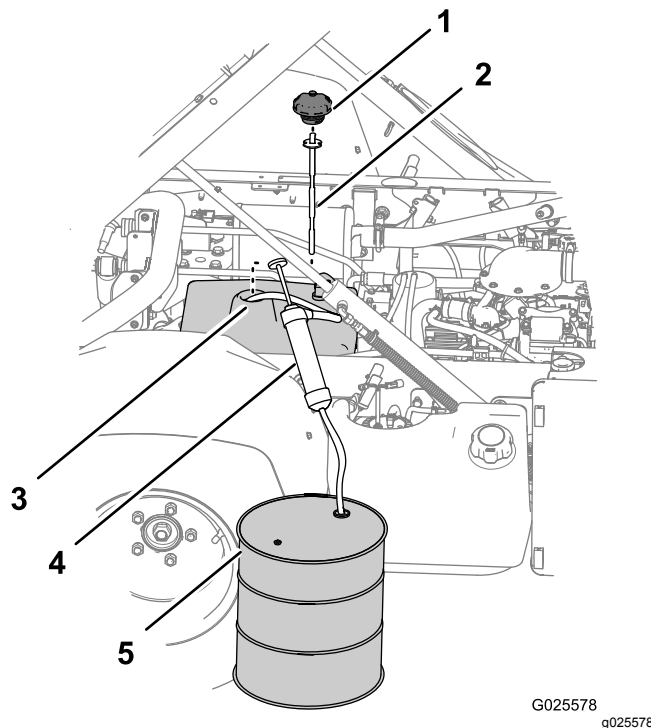

Рисунок 82
3. Снимите крышку и извлеките масломерный шуп из заливной горловины гидравлического бака (Рисунок 82).
4. Проложите входной шланг сифонного оборудования через заливную горловину гидравлического бака и к его нижней части (Рисунок 82).
5. Направьте сливной шланг сифонного оборудования в контейнер для сбора (Рисунок 82) объемом 11,4 л (для модели, отличной от ТС) или объемом 18,9 л (для модели, отличной от ТС, с комплектом высокопроизводительной гидравлики (дополнительным) или модели ТС).
7. Снимите сифонное оборудование с гидравлического бака (Рисунок 82).
8. Залейте 7,5 л (для модели, отличной от ТС) или 15,1 л (для модели, отличной от ТС, с комплектом высокопроизводительной гидравлики (дополнительным) или модели ТС) гидравлической жидкости указанного типа в гидравлический бак (Рисунок 82).
9. Установите щуп и крышку на заливную горловину гидравлического бака (Рисунок 82).